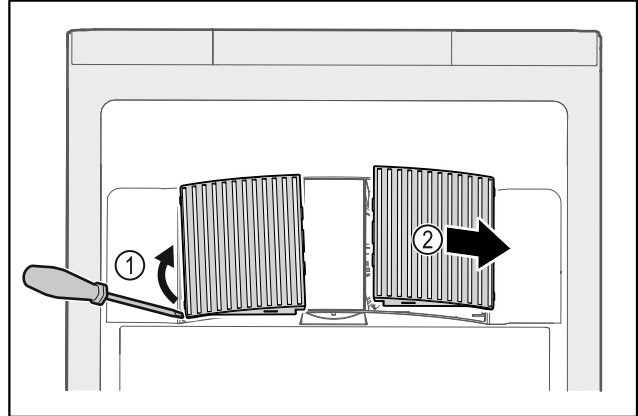

Fig. 176
- ▶ Ventilatorafdekkingen voorzichtig aan de zijkant eruit halen Fig. 176 (1) en naar de voorkant toe verwijderen Fig. 176 (2).